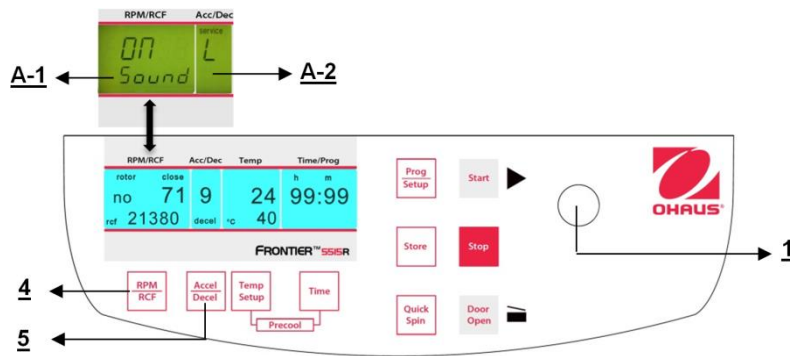

Figure. 32
Sélectionner maintenant la lettre "**L**" avec le bouton de réglage (1). Ceci entraîne l'apparition des mots "**On Sound**" sur l'affichage "**RPM | RCF**" (4). En appuyant maintenant sur la touche "**RPM | RCF**" (4), le mot "**On**" clignote et il devient possible de couper le son avec le bouton de réglage (1) (voir la figure 32).